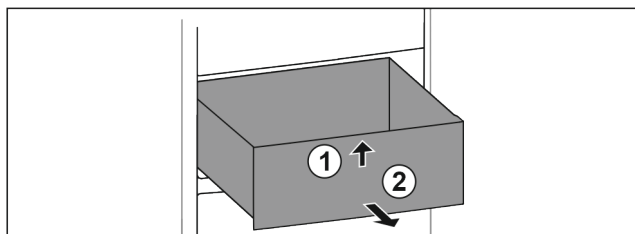

Fig. 78
- Ngrini lart sirtarin në pjesën përpara. Fig. 78 (1)
- Hiqeni sirtarin nga përpara. Fig. 78 (2)